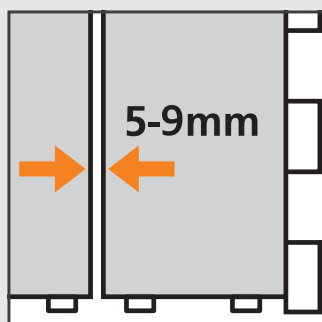

Figure 10 : Largeur de joint de 5-9 mm, ou moitié de l'épaisseur du panneau
- 8-9 mm pour 15 ou 18 mm (voir figure 10). Dans le cas de panneaux de parement fermacell plus épais, la largeur des joints doit correspondre à la moitié de l'épaisseur. Si les panneaux sont jointoyés à l'enduit ou selon la méthode des côtés biseautés, ils doivent être posés les uns contre les autres (joint d'environ 0,5 mm).